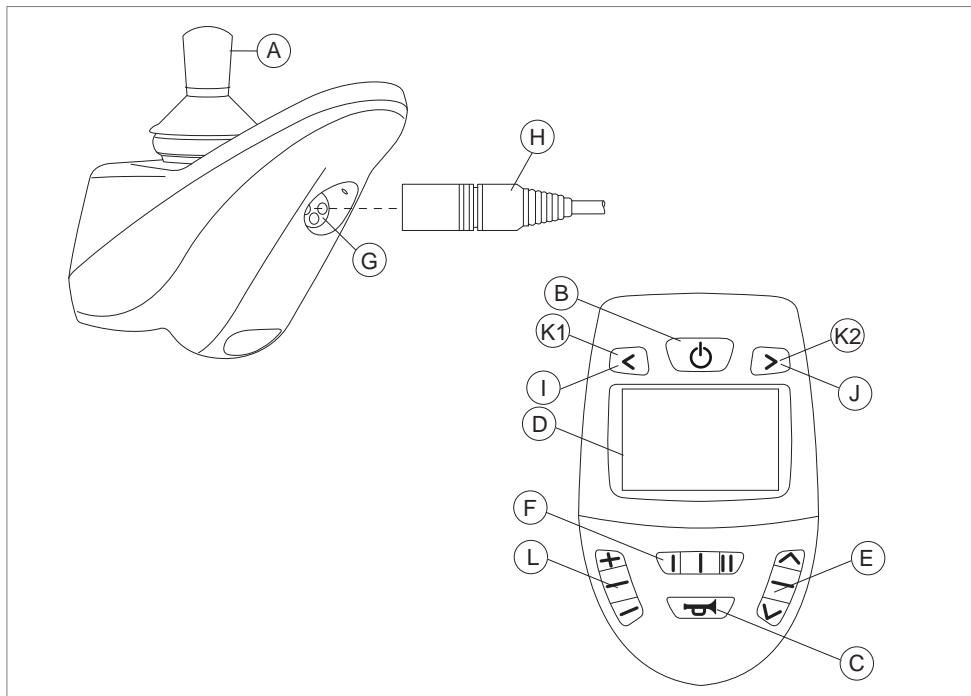
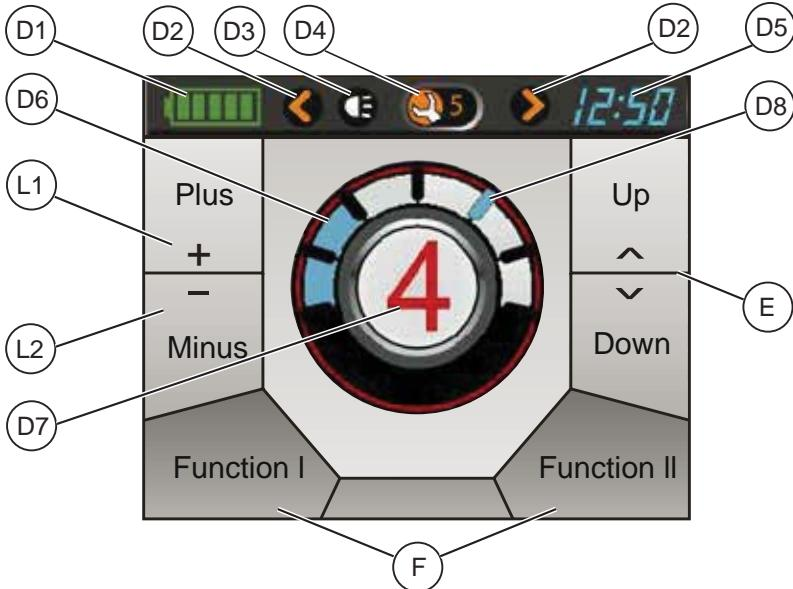
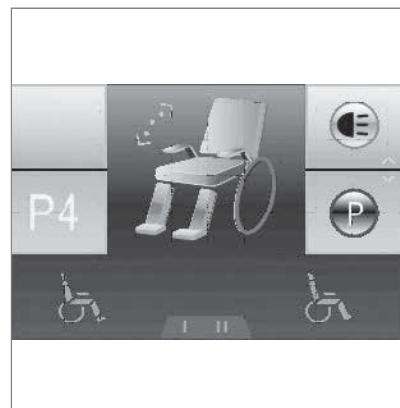

Abbildung 2
Abbildung 3
Abbildung 4
Um mit dem Rollstuhl fahren zu können oder um die elektrischen Einstellungen vornehmen zu können, muss die Steuerung eingeschaltet werden. Drücken Sie hierzu auf den Ein-/Ausschalter (B in Abb. 2).
Die Höchstgeschwindigkeit wird über den Funktionstaste am Steuerkasten eingestellt (F in Abb. 2). Die LED-Lampen zeigen die Höchstgeschwindigkeit an (D8 in Abb. 3). Während der Fahrt wird die Geschwindigkeit mit dem Joystick reguliert. Wird der Joystick nur ein kleines bisschen bewegt, dann ist auch die Geschwindigkeit gering.
Mit diesem Steuerkasten können Sie mehrere Fahrprofile nutzen. So kann ein Fahrprofil für die Verwendung in der Wohnung den Stuhl "ruhig" reagieren lassen. Für draußen ist es möglich, den Rollstuhl "temperamentvoller" einzustellen. Die Fahrprofil-LEDs zeigen das im Moment ausgewählte Fahrprofil an (D7 in Abb. 3). Mit DX2 Rem 550 ist es möglich, innerhalb jedes Profils die Geschwindigkeit zu regeln.
Zum Ändern des Profils muss die "Profil"-Taste "Profil"-Taste gedrückt werden (L in Abb. 2). Drücken Sie auf die "Profil"-Taste, bis das gewünschte Profil ausgewählt wurde.
1. Drücken Sie auf die 'Zubehörmodus'-Taste (E in Abbildung 2), um den 'Zubehör'-Modus zu öffnen.
2. Das verfügbare Zubehör erscheint auf dem Display (E in Abbildung 3). Verwenden Sie die 'Zubehörmodus'-Taste oder den Joystick, um zwischen dem Zubehör zu wechseln ('Λ' / rechts für das nächste Zubehör bzw. 'V' / links für das vorherige Zubehör).
3. Das aktive Zubehör erscheint auf dem Display (D7 in Abbildung 3). Zur Einstellung wählen Sie den Reglermodus (Abbildung 4) und stellen dann mit den Funktionstasten (F in Abbildung 2) die gewünschte Justieroption ein.
5. Um wieder fahren zu können: Drücken Sie auf die "Profil"-Taste (L in Abbildung 2).
- Beleuchtung (I in Abb. 2)
- Warnblinker (J in Abb. 2)
- Blinker (K1 & K2 in Abb. 2)